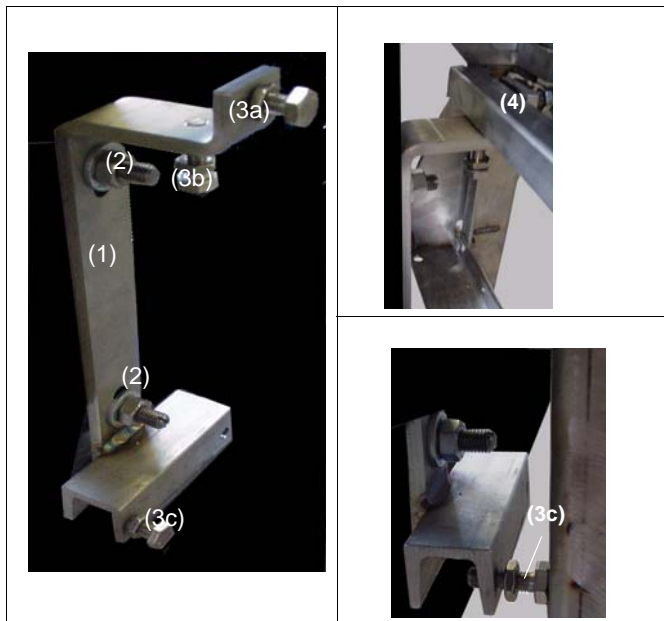

Fig.4 Montaggio a parete
- 2 staffe di fissaggio (1 / Fig.4),
- 4 viti con dadi, rosette e tasselli (2 / Fig.4) per il fissaggio alla parete e
- 6 viti di livellamento con dadi (3 / Fig.4).